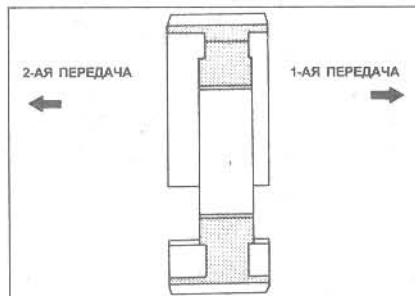

Рис. 6.31 Правильная установка ступицы синхронизатора 1/2 передач (Глава 14)
- 4 Правильно ориентируя (рис. 6.31), установите синхронизатор 1-ой/2-ой передач.